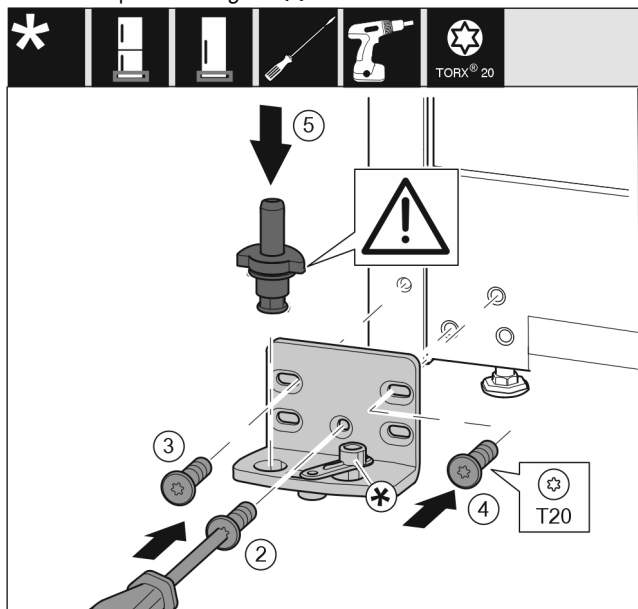

Fig. 14
- ▶ Sätt på lagerbocken på andra sidan och skruva fast den med hjälp av en skruvmejsel T20. Börja med skruv 2 längst ner i mitten. Fig. 14 (2)
- ▶ Dra åt skruvarna 3 och 4. Fig. 14 (3,4)
- ▶ Sätt in lagerbulten helt och hållet. Se till att låskammen är vänt bakåt. Fig. 14 (5)